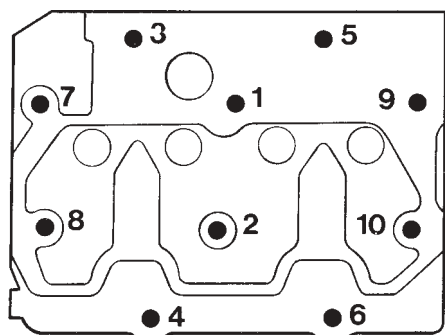

Fig. 30. Schéma de serrage, MD2010
5. Serrer les vis de culasse en trois étapes conformément à ci-après. Voir les schémas de serrage, figures 30 et 31.